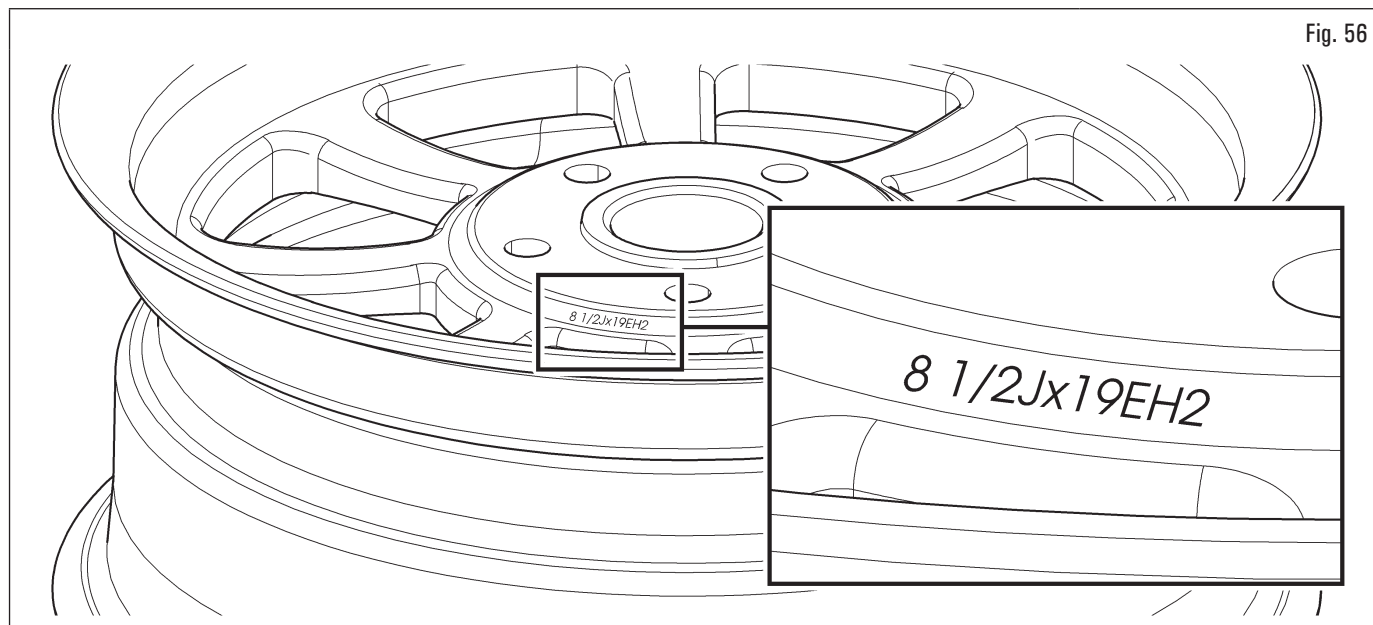

Fig. 56
- Verificare le dimensioni del cerchio e dello pneumatico (Fig. 56) ed il tipo di sensore di pressione, se presente.